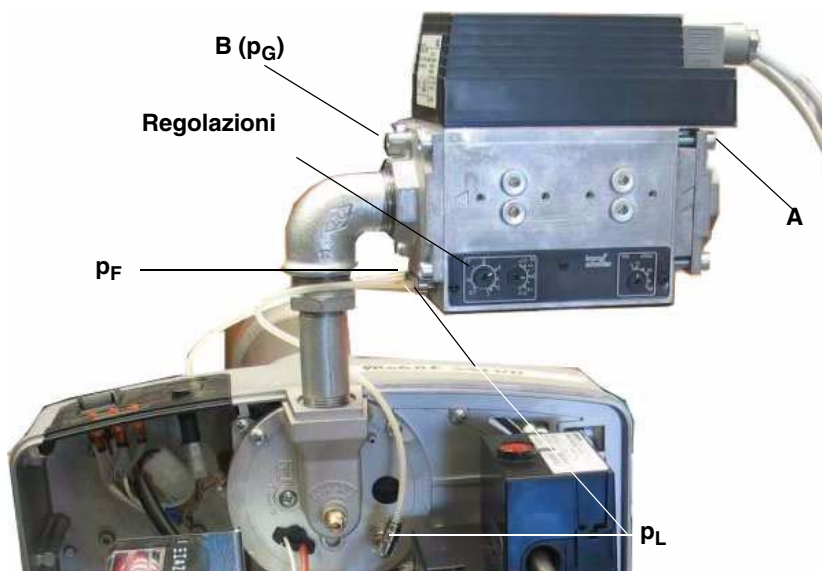

Fig. 19
- 2 Misurare la pressione dell'aria **pL** sul bruciatore (vedi Fig. 19) e regolare la pressione del gas su **N** (vedi Fig. 20)